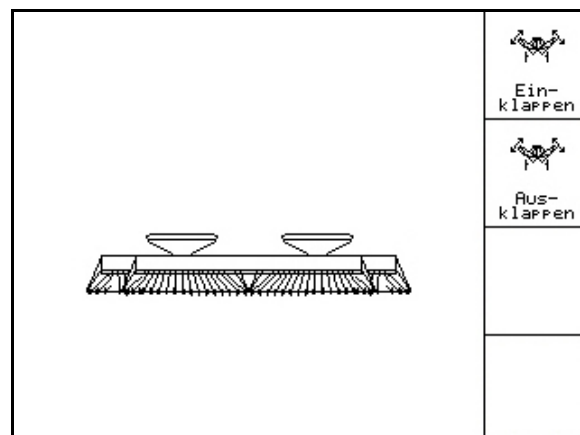

Fig. 57
-  Cambiar al submenú Plegado (Fig. 57).